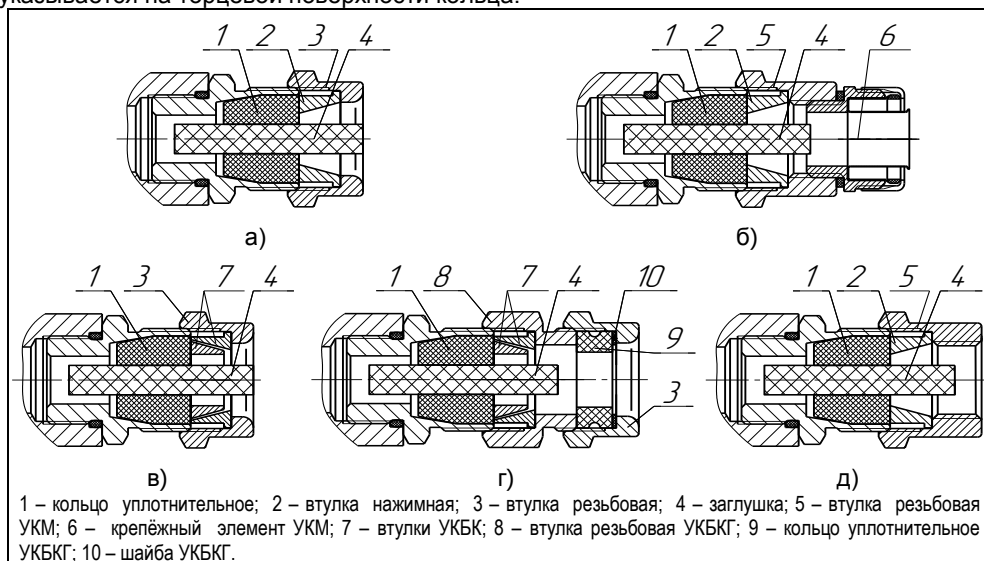

Рисунок 3 – Элементы кабельных вводов:
1.4.3 Корпус изготавливается с кабельными вводами **D12** и **D18** (см. рисунок 3). Кабельные вводы крепятся к корпусу с помощью резьбовых соединений.
Кабельные вводы, изготавливаемые по умолчанию, (см. рисунок 3, а) содержат кольцо уплотнительное 1, втулку нажимную 2, втулку резьбовую 3, заглушку 4.
Варианты исполнения кабельных вводов с устройством крепления металлорукава содержат втулку резьбовую 5 с резьбой под крепёжный элемент 6, в котором фиксируется металлорукав (см. рисунок 3, б). Кабельный ввод **D12** имеет варианты исполнения **УКМ10**, **УКМ12**, **УКМ15** и **УКМ20** для крепления металлорукава с внутренним диаметром 10, 12, 15 и 20 мм соответственно. Кабельный ввод **D18** имеет вариант исполнения **УКМ20** и **УКМ25** для крепления металлорукава с внутренним диаметром 20 и 25 мм соответственно.
Варианты исполнения кабельных вводов с устройством крепления бронированного кабеля содержат втулки 7 (см. рисунок 3, в). Фиксация брони кабеля осуществляется между втулками 7 при наворачивании втулки резьбовой 3. Кабельный
Варианты исполнения кабельных вводов с герметизированным устройством крепления бронированного кабеля (см. рисунок 3, г) содержат втулки 7 для фиксации брони кабеля при наворачивании втулки резьбовой 8, а также кольцо уплотнительное 9, шайбу 10 и втулку резьбовую 3 для герметизации по оболочке кабеля. Данный вариант кабельного ввода комплектуется двумя кольцами уплотнительными 9. Одно кольцо устанавливается в кабельный ввод, другое прикладывается. Каждое кольцо имеет свой диапазон допустимых наружных диаметров монтируемого кабеля. Кабельный ввод **D12** имеет вариант исполнения **УКБКГ16** для крепления бронированного кабеля с диаметром по броне до 16 мм и наружным диаметром от 10 до 15 мм или от 14 до 19 мм. Кабельный ввод **D18** имеет вариант исполнения **УКБКГ21** для крепления бронированного кабеля с диаметром по броне до 21 мм и наружным диаметром от 15 до 20 мм или от 19 до 24 мм. Варианты УКБКГ обеспечивают надежное электрическое соединение брони кабеля с корпусом преобразователя.
Варианты исполнения кабельных вводов с устройством крепления трубы содержат втулку резьбовую 5 с внутренней резьбой под крепление трубы (см. рисунок 3, д). Кабельный ввод **D12** имеет вариант исполнения **УКТ1/2** для крепления трубы с наружной резьбой G 1/2. Кабельный ввод **D18** имеет вариант исполнения **УКТ3/4** для крепления трубы с наружной резьбой G 3/4.